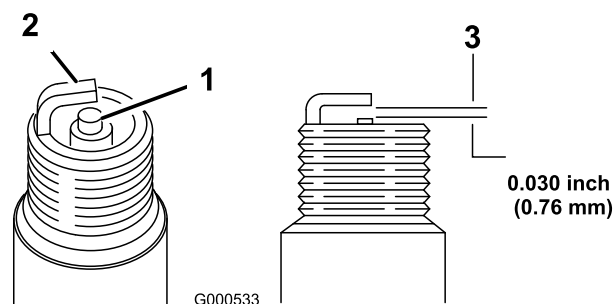

Figura 40
1. Controllate il centro delle candele (Figura 40).
2. Verificate la distanza tra gli elettrodi centrale e laterale (Figura 40), e se non è esatta piegate l'elettrodo laterale.